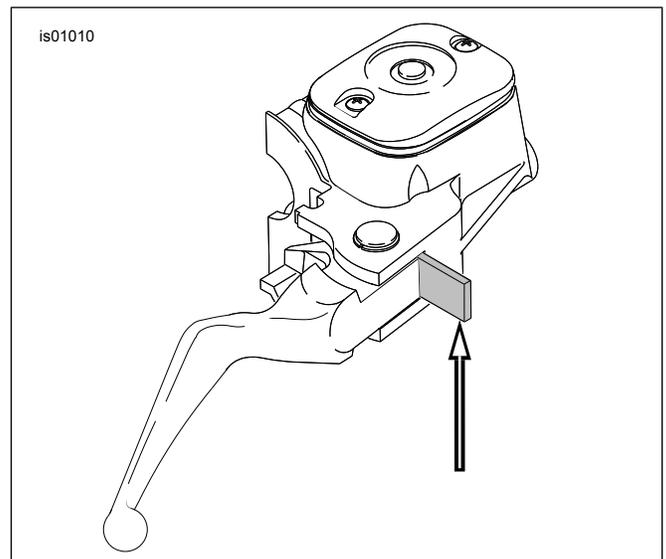

Figure 7. Morceau de carton de 4 mm (5/32 po) d'épaisseur
4. Voir Figure 7. Placer un morceau de carton de 4 mm (5/32 po) d'épaisseur entre le levier de frein et son support.